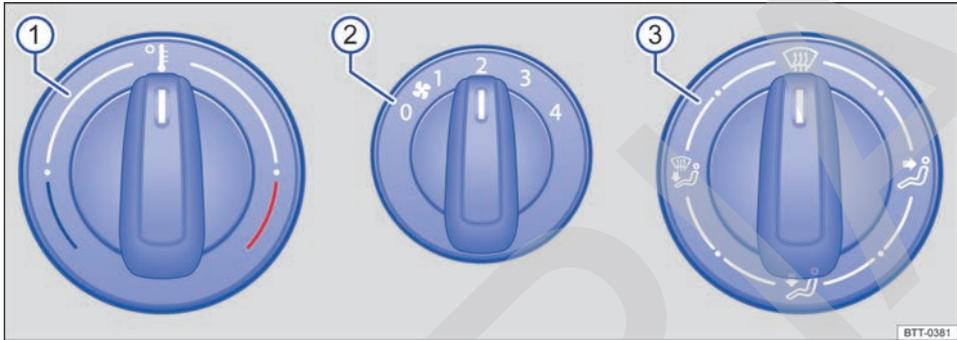
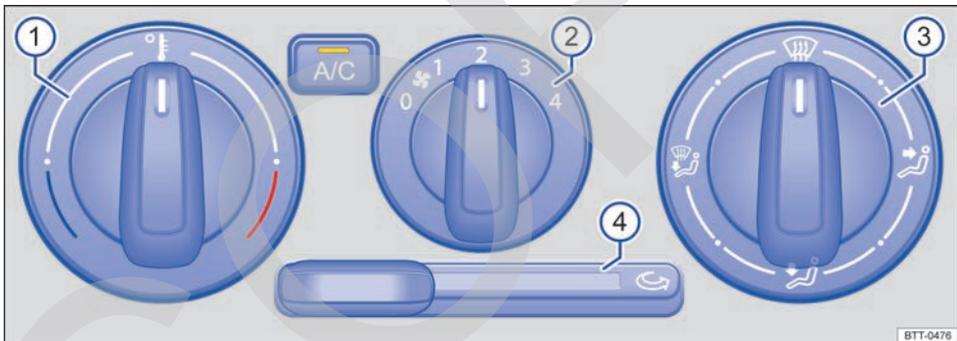

Fig. 96 En la consola central: comandos del sistema de ventilación y calefacción.
Fig. 97 En la consola central: comandos del aire acondicionado.
Botón, regulador. Información complementaria del sistema de calefacción y ventilación → **fig. 96** y aire acondicionado → **fig. 97**.
→ fig. 96 y aire acondicionado
→ fig. 97.
- En vehículos con sistema de calefacción, colocar el regulador de temperatura → fig. 96 **①** totalmente hacia la derecha, en la posición máxima de calefacción.
- Colocar el regulador de distribución de aire **③** en la posición **☞**.
- Colocar el ventilador **②** en el nivel 3 o 4.
- Colocar el regulador de la distribución de aire → fig. 97 ❸ en la posición ☼.
- Colocar el ventilador ❷ en el nivel 3 o 4.
- Colocar el regulador de temperatura ❶ en la posición deseada.